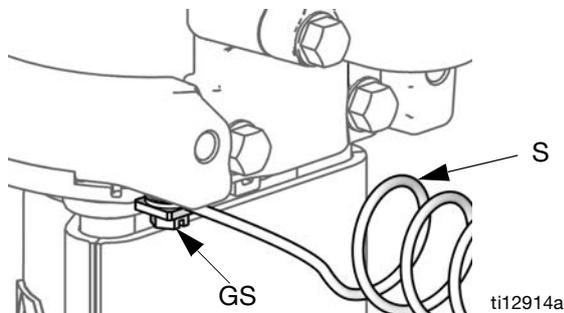

ABB. 3. Die Pumpe erden.
**Pumpe:** Siehe ABB. 3. Sicherstellen, dass die Erdungsschraube (GS) montiert und sicher am Luftmotor befestigt ist. Das andere Ende der Erdungsleitung (S) mit einer fachgerecht ausgeführten Erde verbinden.